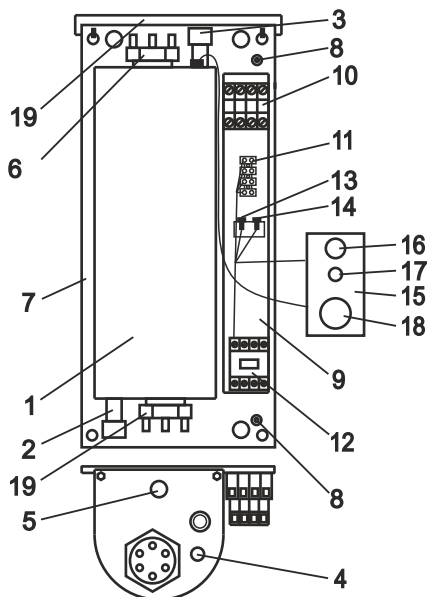

Рисунок 2 (кожух не показан):
4.2 Приборы ЭВАН-С2 -3; -4; -5; -6; -7; -9; -12; -15; -18; -21; -24; -30 в соответствии с рис. 2 состоят из следующих основных частей:
- котла (1) с входным (2) и выходным (3) патрубками G 1 наружн. для ЭВАН-С2-3-7, G 1¹/₄ внутр. для для ЭВАН-С2-9-30, датчиком терморегулятора (4), аварийным самовозвратным термовыключателем (5), отключающим прибор при 92° С, и блоками трубчатых электронагревателей (ТЭН) (6);
- панели (7) с зажимом заземления (8) для подключения защитного проводника РЕ;
- кронштейна (9) с размещенными на нем клеммным блоком (10) зажимом клеммным (11) для подключения циркуляционного насоса и датчика температуры воздуха, пускателем (12), предохранителем цепи управления (13) и предохранителем циркуляционного насоса (14);
- панели управления (15) с расположенными на ней элементами управления и сигнализации:
- выключателем «Сеть» (16);
- сигнальной лампой «НАГРЕВ» (17);
- терморегулятором (18), служащим для установки температуры нагрева теплоносителя.